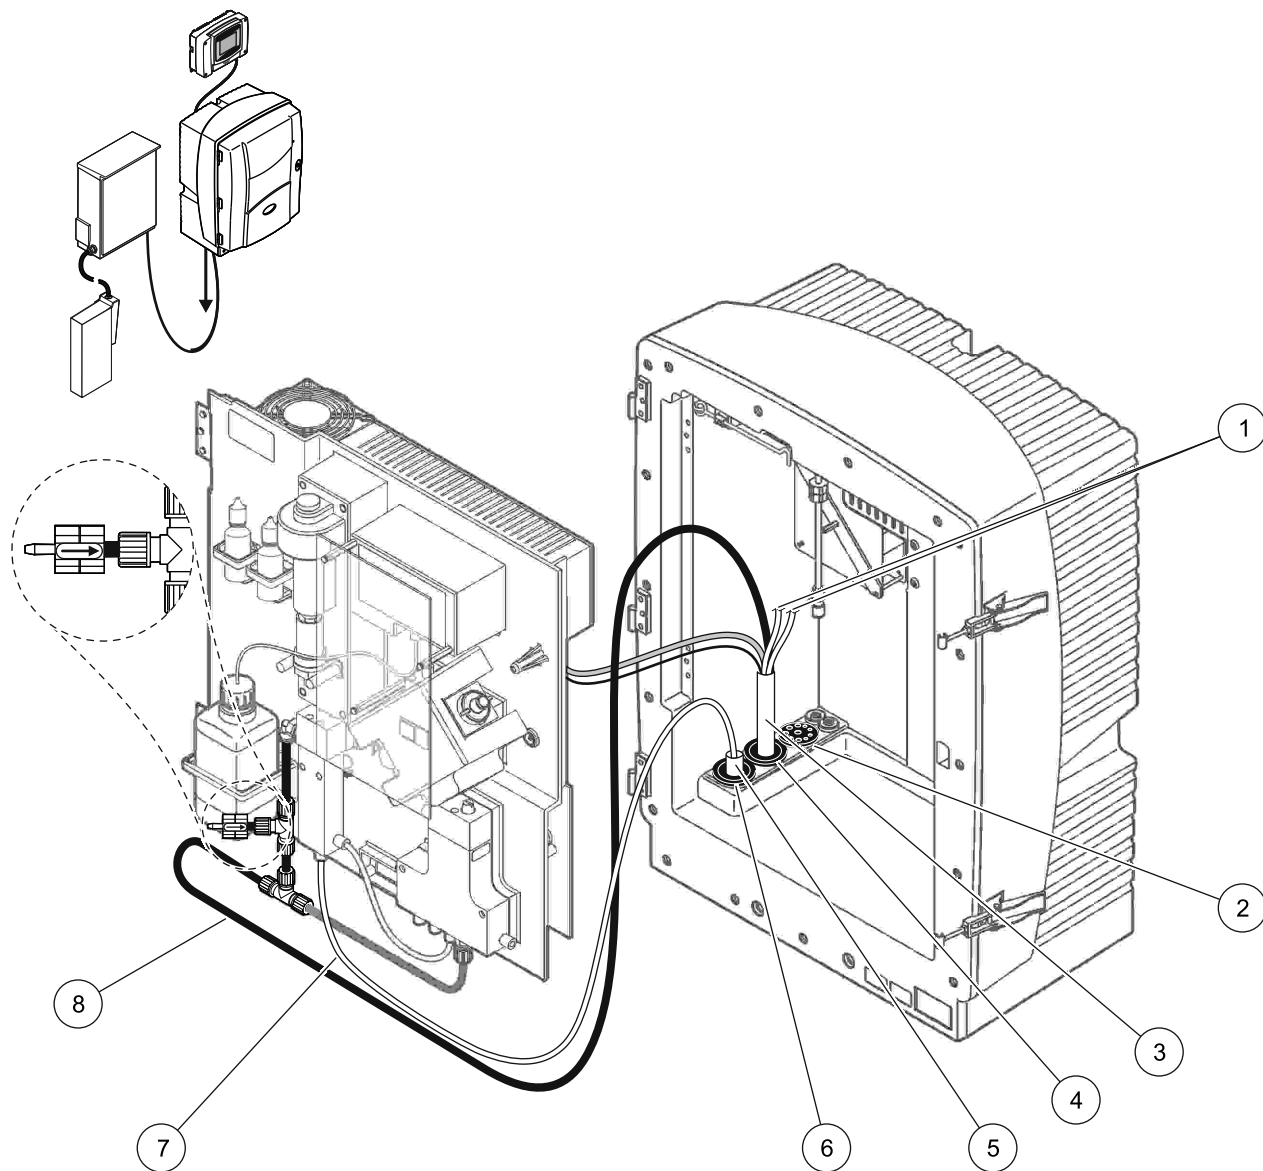

Рисунок 31 Монтаж версии 3
Для версии 3 смотрите Рисунок 31 и следующие инструкции:
2. Проведите шланг с подогревом от FILTRAX через отверстие в анализаторе (Рисунок 31, позиция 5). Для фиксации используйте уплотняющую заглушку #1.